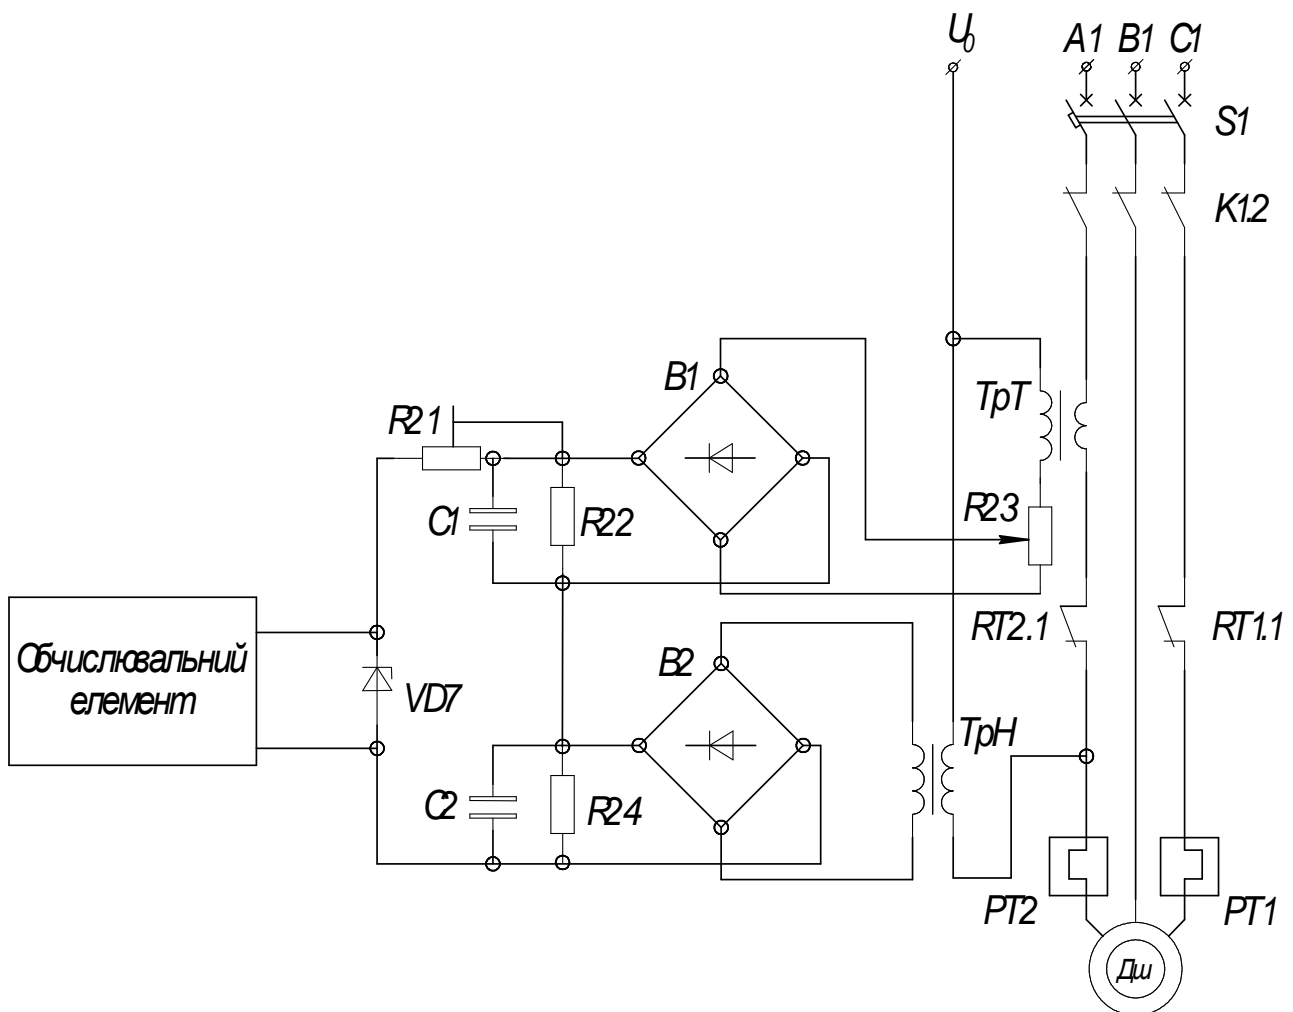

Рис.31 – Завдання – принципова схема датчика потужності
3. Побудова принципової електричної схеми датчика потужності різання (рис.31) здійснюємо за допомогою файлу з бібліотечними даними «Бібліотека електр» (див. ЛР№3).